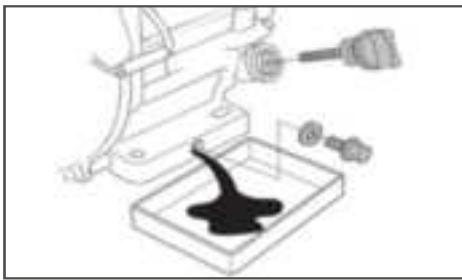

Рис. 19
6. Открутите пробку для слива масла и слейте отработанное масло в подготовленную для этого емкость (Рис. 19).